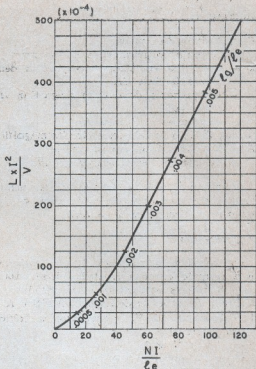

Figura 26
1) Calculamos  $LI^2/V$ , consultamos o gráfico da figura 26 e tiramos
Entrando-se no gráfico da figura 26 com o valor acima,  $1,22 \times 10^{-3}$ , tiramos: